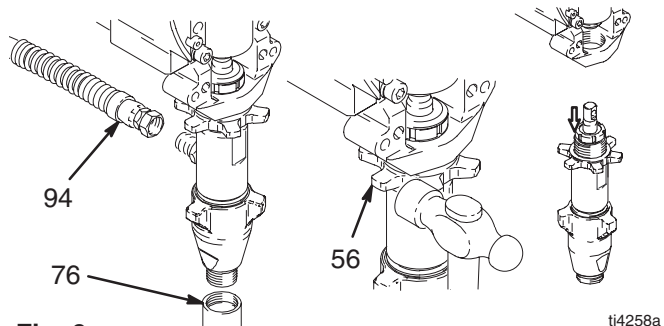

Fig. 9
5. Fig. 9. Ta bort sugröret (76), slang (94) och brickor och o-ringar.
6. Lossa låsmuttern på pumpen (56). Skruva loss pumpen.
5. Fig. 9. Montera brickor, o-ringar och sugrör (76) och slang (94).